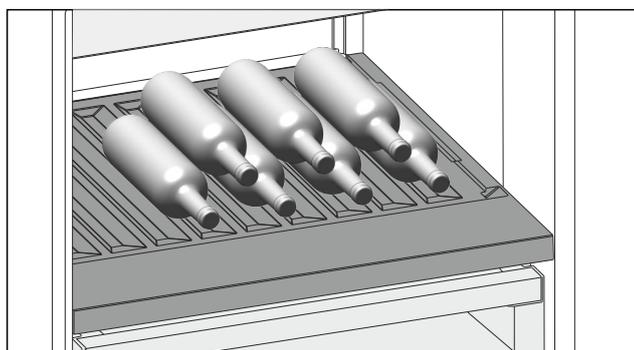

Fig. 123
- ▶ 将瓶底向后对着后壁放入瓶子。(参见 Fig. 123)